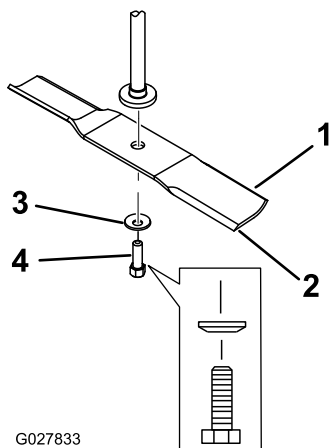

**Bild 61**
2. Entfernen Sie die Messerschraube, Wellenscheibe und das Messer von der Spindelwelle (Bild 61).
- Setzen Sie das Messer auf die Spindelwelle (Bild 61).
- Setzen Sie die Wellenscheibe (Kappenseite zum Messer) und die Messerschraube ein (Bild 61).